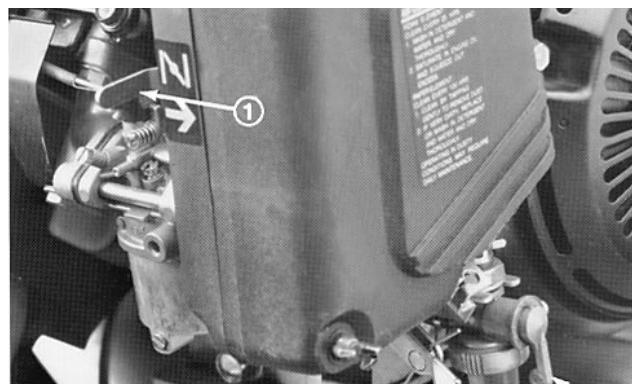

Fig. 14
Alavanca do estrangulador (Fig. 14)—Situada na frente do lado esquerdo do motor. A alavanca tem duas posições: MARCHA e ESTRANGULAR. Mover a alavanca para ESTRANGULAR ao arrancar o motor a frio. Depois do motor ter arrancado, mover a alavanca para a posição de MARCHA.
Válvula de corte de combustível (Fig. 14)—Situada na frente do lado esquerdo do motor. A válvula tem duas posições: FECHADA e ABERTA. Mover a alavanca para a posição FECHADA ao guardar ou transportar a máquina. Mover a válvula para a posição de ABERTA antes de arrancar o motor.
2. Abrir a válvula de corte de combustível no motor (Fig. 14).
5. Mover a alavanca do estrangulador (Fig. 14) para a posição de meia abertura durante o arranque com o motor frio. O estrangulador pode não ser necessário no arranque de um motor quente.